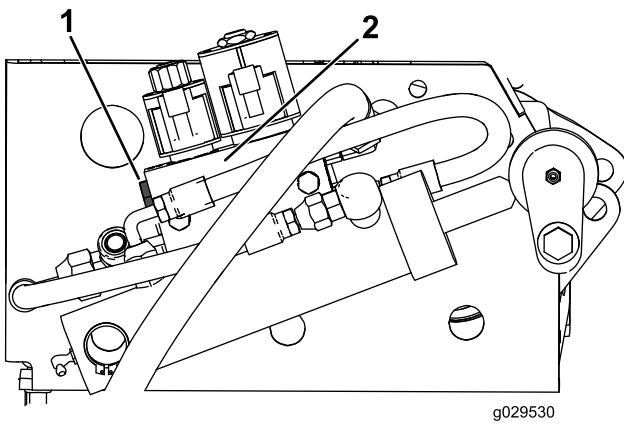

Figura 18
5. Sul telaio di destra, individuate il gruppo della valvola di sollevamento del piatto di taglio (Figura 18).
6. Togliete il tappo dal lato sinistro del gruppo della valvola (Figura 18).